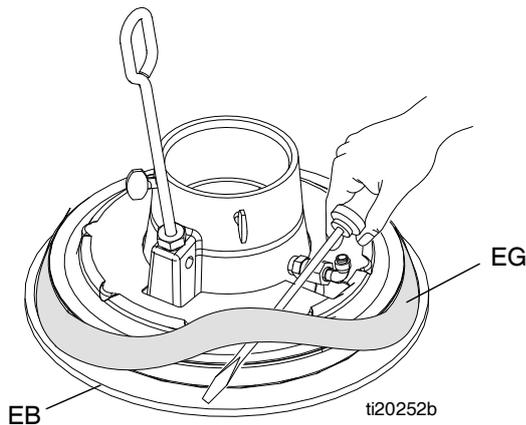

FIG. 13: Installare il distanziatore
2. *Lavorando dall'alto*, utilizzare un cacciavite per posizionare il distanziale (EG) tra la flangia e l'eccentrico (EB). Vedere FIG. 13.